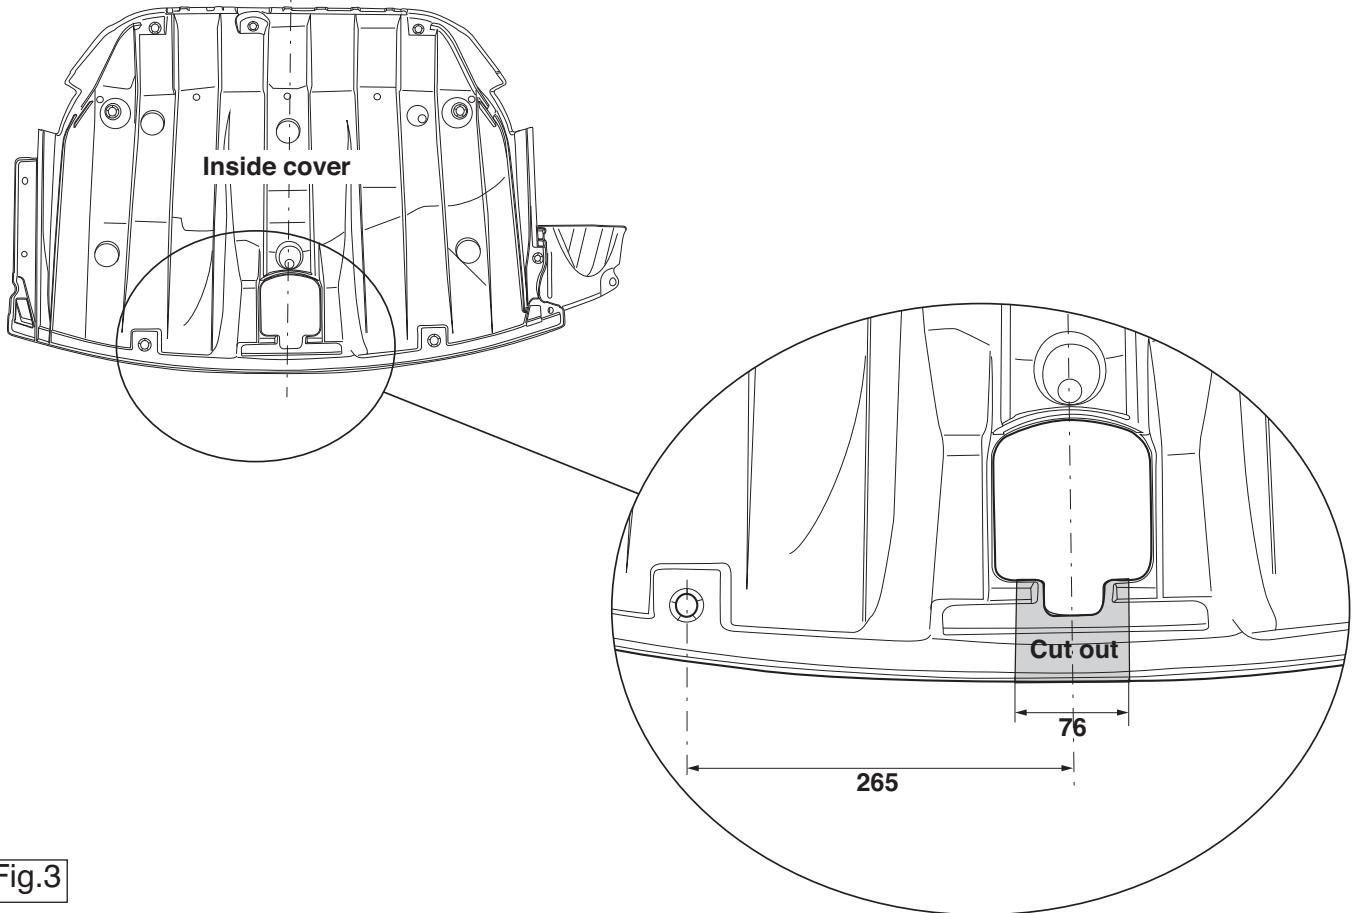

Fig.3
5. Выпилить обозначенные части, как указано на рис. 3.